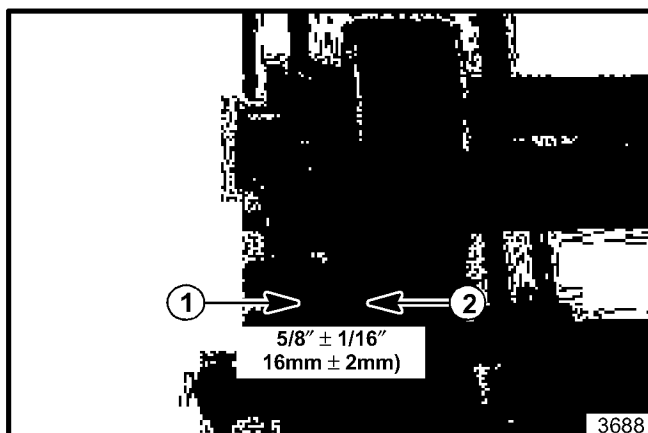

Abbildung 30. Ausrichten der Spindelriemenscheibe
13. Die Ausrichtung der Spindelriemenscheibe überprüfen (siehe Abbildung 30). Wenn eine Einstellung erforderlich ist, lösen Sie die beiden Stellschrauben in der Scheibe und schieben die Scheibe auf der Welle hin und her.